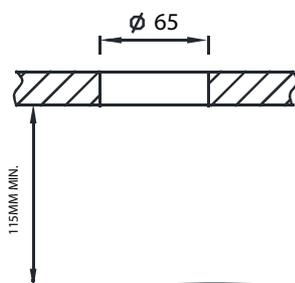

FIG 1.1
- Assicurarsi che la profondità all'interno sia di almeno 115 mm. (fig. 1.1)